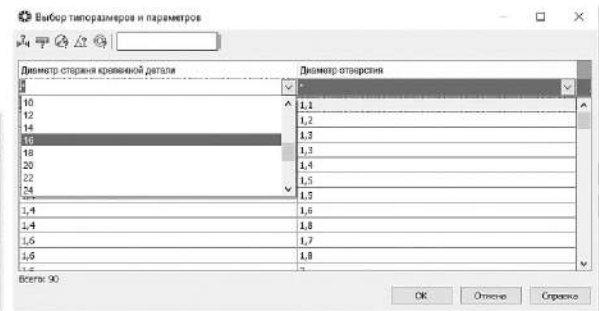

Рисунок 3.72. Выбор типоразмера отверстия
6.7 В окне Выбор типоразмера и параметров откройте список Диаметр стержня крепежной детали и укажите b (рисунок 3.72).